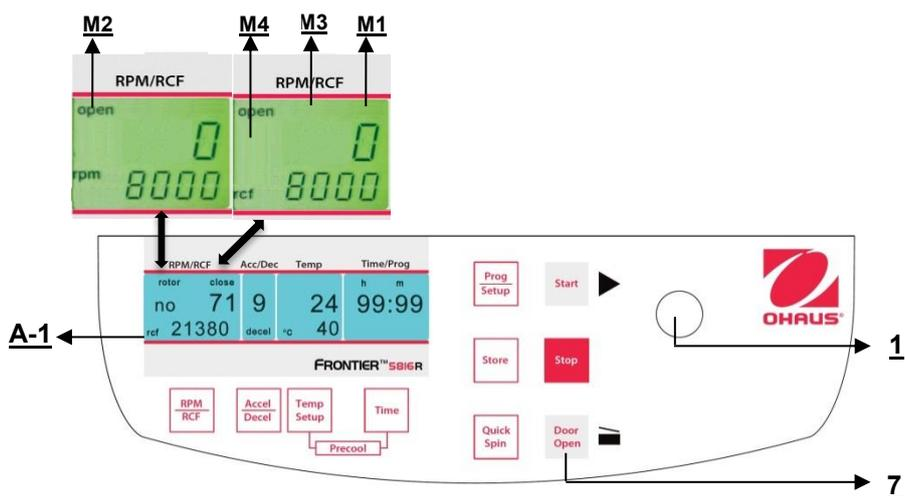

Figura 15
Dopo il funzionamento, quando il coperchio della centrifuga è chiuso, appare la parola "**close**" (M1) sul display "**RPM | RCF**" (A-1). Inoltre, se vi è un rotore nella centrifuga, appare la parola "**rotor**"(M3) e anche il numero di codice del rispettivo rotore che si trova all'interno del sistema centrifugo "**71**" (M4). Se nella centrifuga non vi è alcun rotore, la parola "**rotor**" (M3) lampeggia e appare la parola supplementare "**no**" (M4). Premendo il tasto "**Door Open**" (7), si può rilasciare il coperchio della centrifuga. Non appena il coperchio elettromagnetico è completamente rilasciato, appare la parola "**open**" (M2). Adesso è possibile aprire il coperchio della centrifuga Fare riferimento alla figura 15 qui di seguito per riferimento
Il coperchio deve solo essere abbassato leggermente. Un bloccaggio elettromagnetico del coperchio fa chiudere il coperchio stesso, e allo stesso tempo scompare la parola **"open"** (M2) (fare riferimento alla figura 15).